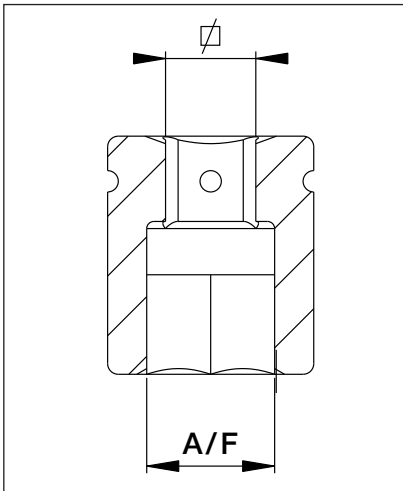

Abb. 33
6.7 Abmessungen, Sechskant-Stecknüsse der BSH-Serie (Abb. 33)
6.7 Abmessungen, Sechskant-Stecknüsse der BSH-Serie (Abb. 33 - Fortsetzung)